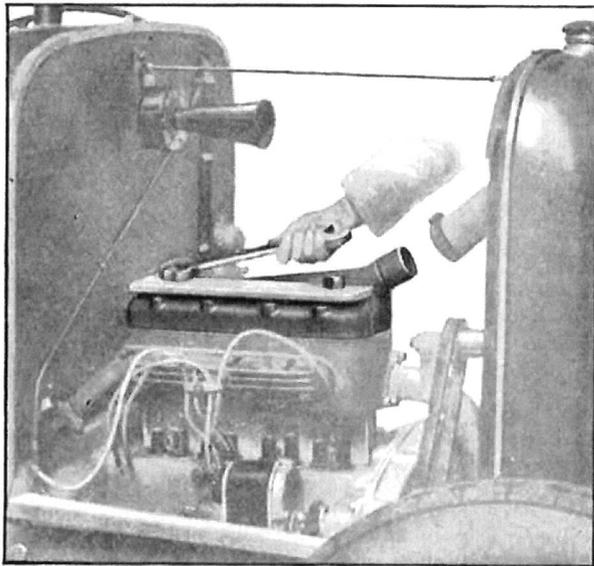

Fig. 15. — Décollement de la culasse à l'aide d'un démonte-culasse.
- 8—Enlever la culasse, après l'avoir décollée à l'aide du démonte-culasse qui se fixe sur deux goujons vissés à la place des bougies extrêmes; on obtient le décollage, en serrant la plaque de tôle avec les deux écrous spéciaux (fig. 15).